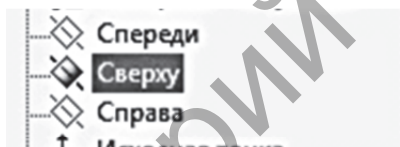

Рисунок 6.1
1. Создайте новый документ, выбрав в качестве типа документа вариант «Деталь». В дереве конструирования выберите плоскость «Сверху» для построения эскиза и щёлкните на кнопке «Эскиз» в появившейся панели. Установите вид сверху, выбрав команду: «Стандартные виды→Сверху» или щёлкнув по кнопке «Сверху» в шктографическом меню кнопки «Ориентация видов» (рис. 6.1).